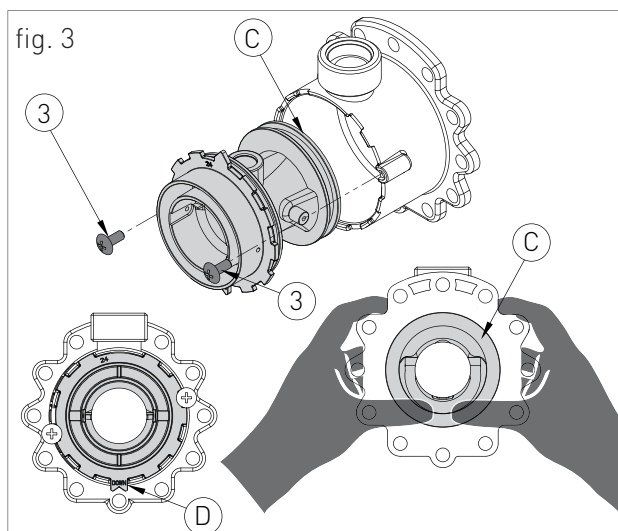

fig. 3
- › soltar los dos tornillos '3' (fig.3) y presionar sobre la parte posterior del venturi 'C' (fig.3);
- › sustituir el venturi con el adecuado para el tipo de gas de suministro y la potencia del equipo y asegurarse de que el diente 'D' (fig.3) se ajusta hacia abajo en el cuerpo de aluminio (ver fig.3);